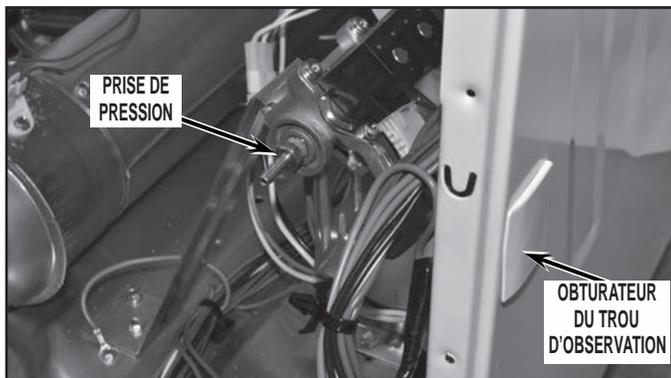

FIGURE 2
2. Insérer le raccord de connexion du manomètre; serrer à la force des doigts. Sur le panneau latéral, ôter l'opercule de fermeture du trou d'observation. Voir Figure 2.